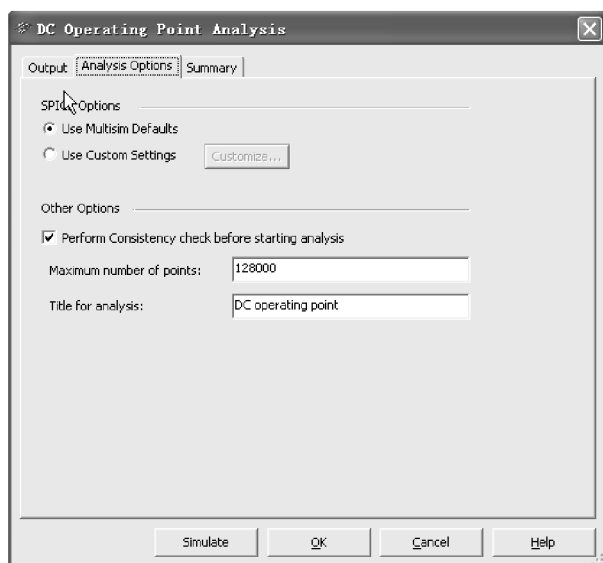

图 5-8 Analysis Options 标签页
(2) Analysis Options 标签页：与仿真分析有关的其他分析选项设置页，如图 5-8 所示。